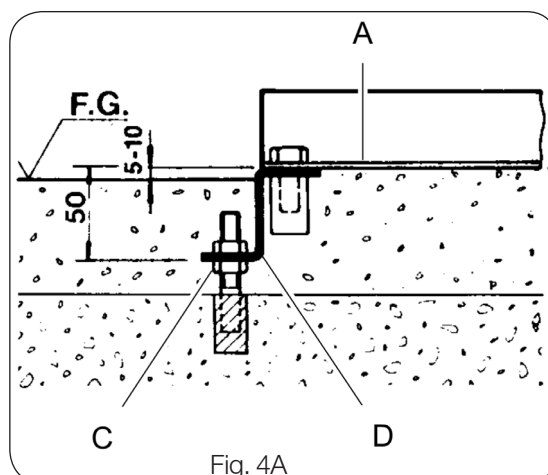

Fig. 4A
- Rammer (D/E) og holdere (B) skrues sammen med de medfølgende skruer M6S 12 x 20, (se Fig. 4A-B).